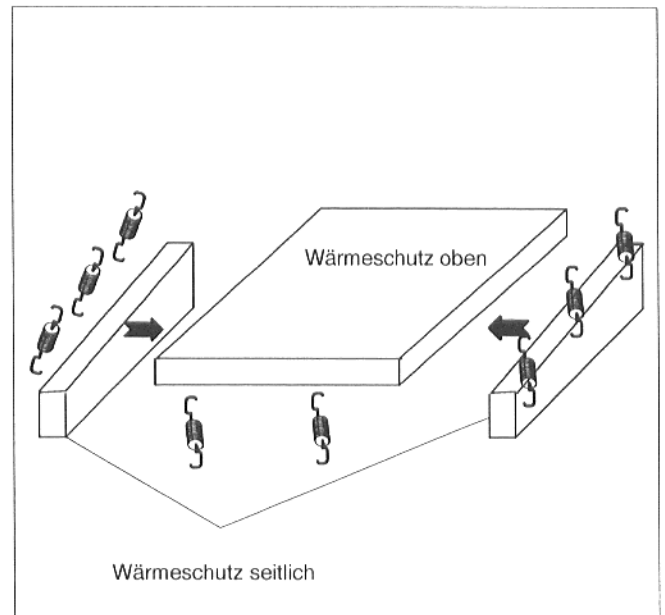

Abb. 27: Wärmeschutz Abgassammler
- Wärmeschutz Abgassammler oben (rechteckiger Wärmeschutz ohne Einschnitte) auf die Oberseite des Abgassammlers legen (Abb. 27).
- Seitlichen Wärmeschutz an die Seitenwände Abgassammler andrücken und mit den Befestigungsfedern am oberen Wärmeschutz anhaken (Abb. 27)